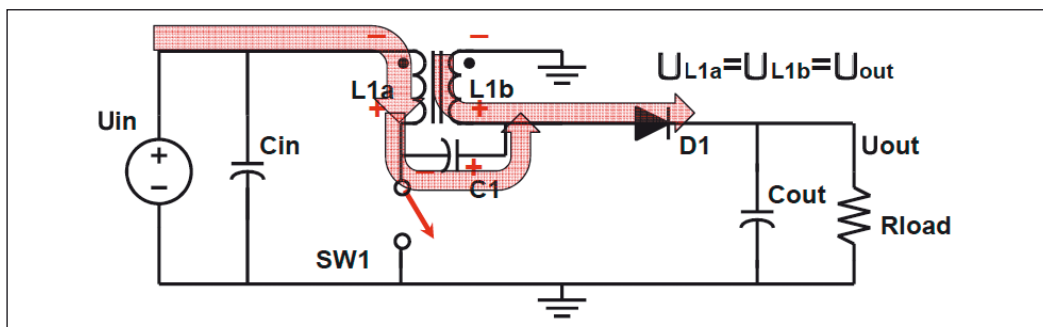

Bild 5: SW1 ist ausgeschaltet
- COut liefert den Laststrom SW1 ausgeschaltet, Last wird von L1 und C1 gespeist (Bild 5):